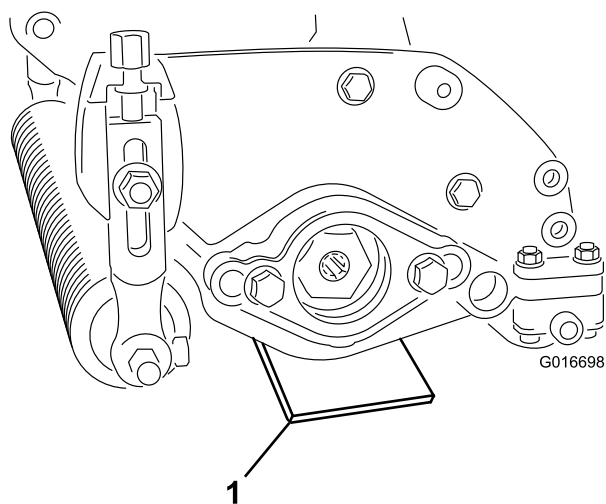

图 8
2. 在切根滚刀组的两端各放置一把所需厚度的调刀尺 图 8。